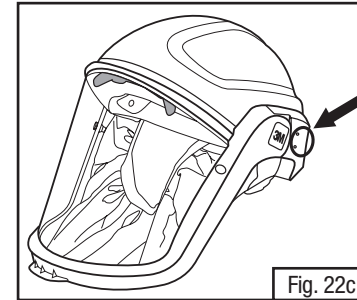

Fig. 22c
- Localiser les points de fixation des protecteurs d'oreilles à l'extérieur de la coque de la pièce faciale (Fig. 22c et d). **REMARQUE :** Sur la pièce faciale de série M-300, il y a des entailles visibles à l'extérieur de la coque à l'endroit où les protecteurs d'oreilles doivent être fixés. Sur les modèles des séries M-100 et M-200, les entailles peuvent ne pas être aussi visibles sur l'extérieur de la coque.